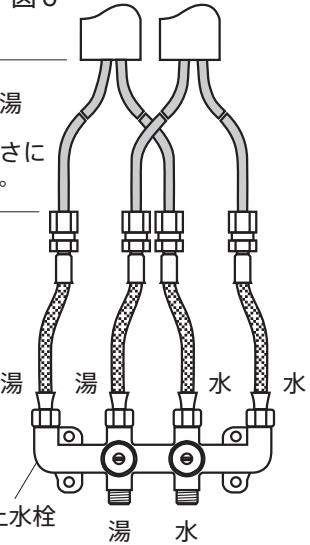

図8
- ・給水・給湯パイプに図8の順に入れ、給水・給湯パイプの下端から樹脂リングの上端まで24mmに合わせます。（「樹脂リング取付位置」参照）